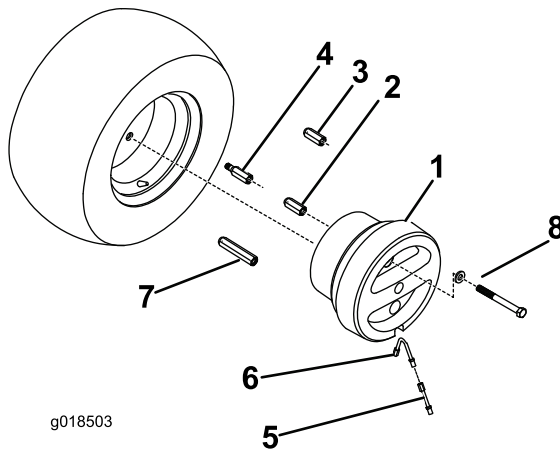

Figura 1
3. Montate i 3 bulloni o dadi dell'adattatore della ruota adeguati sulla ruota (Figura 1). Serrate gli adattatori a 115-136 Nm.